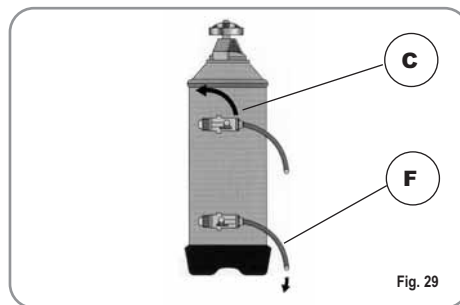

Fig. 29
- 2) Rimettere il tappo e riposizionare la leva C verso sinistra (Fig. 29), lasciando scaricare l'acqua salata dal tubo F finché non ritorni dolce (circa 1/2 ora).